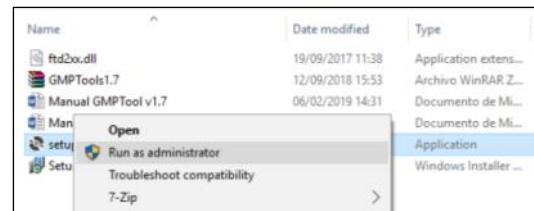

Fig. 2.4
- Una vez descomprimido el archivo, haga clic con el botón derecho sobre el ícono **Setup.exe** y seleccione **Ejecutar como administrador** (Fig. 2.4).